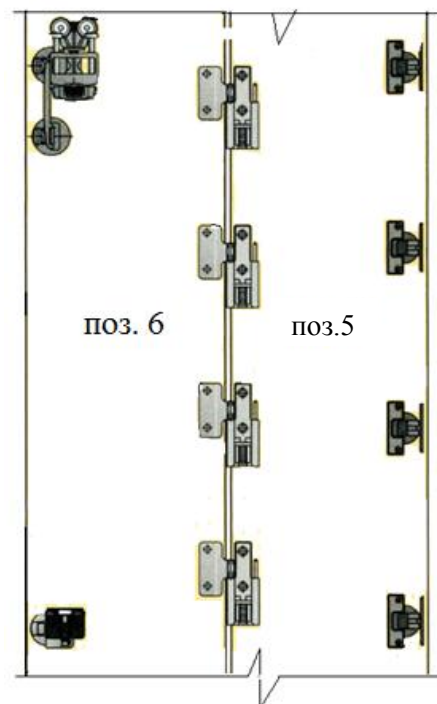

Рисунок 13
12. На средние петли двери поз.8 навесьте дверь поз.7. На средние петли двери поз.5 навесьте дверь поз.6. **Рисунок 13**.